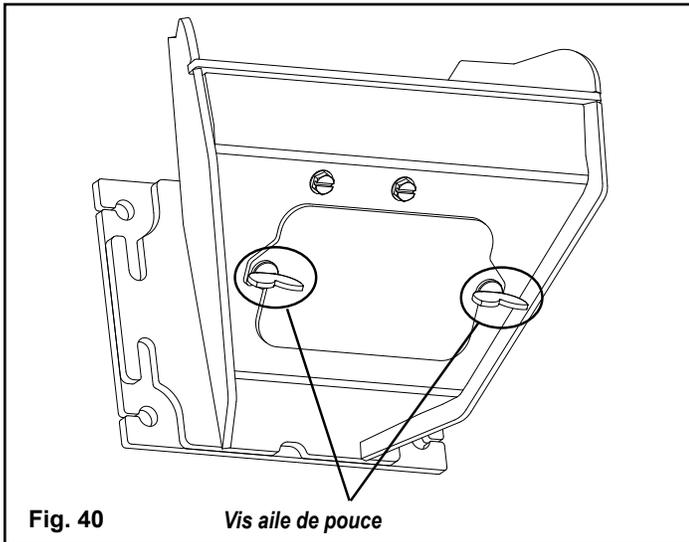

Fig. 40
3. Enlevez le couvercle de nettoyage (Fig. 40) pour ouvrir la chambre de nettoyage inférieure (Fig. 41).